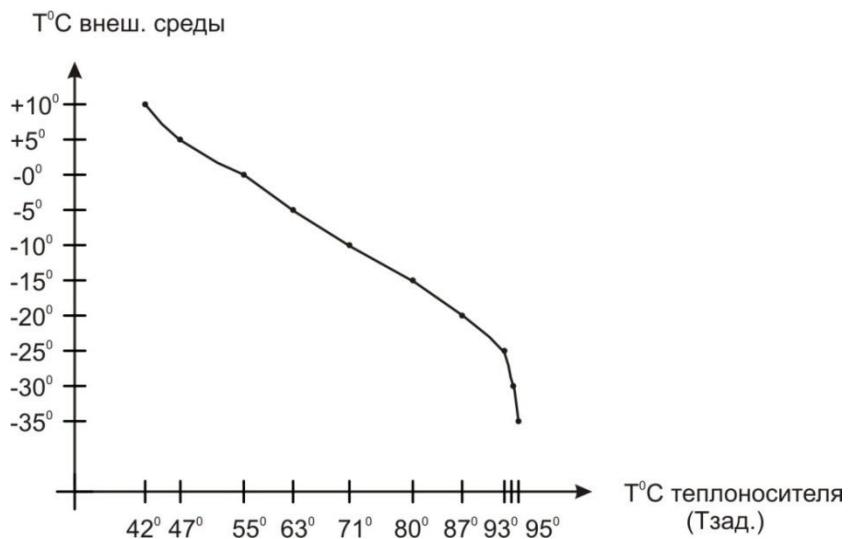

Рис. 2. Температурный график
- автоматическое задание температуры в зависимости от температуры наружного воздуха (надписи "Граф+N", "Граф-N"). При выборе режима «ГРАФИК ТЕМПЕРАТУР N» температура теплоносителя задается в зависимости от температуры наружного воздуха по графику (рис. 2), находящемуся в энергонезависимой памяти комплекта. N - смещение заданной температуры теплоносителя во всём диапазоне графика, может изменяться в обе стороны кнопками «+» или «-» в диапазоне $\pm (0 \div 9) ^\circ\text{C}$. Температура ГВС при этом постоянна и определяется значением параметра Тзгв , которую можно менять при помощи кнопок «+» или «-» .;